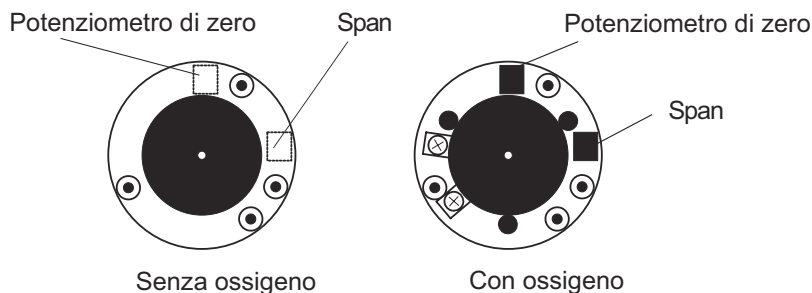

Figura 15: potenziometro di zero e span del sensore di gas tossici Sensepoint
7. Aprire la custodia svitando la calotta dal corpo del sensore e installare un cappuccio di gassatura (codice: 2106D2097) e una cella di flusso. Se in assenza di applicazione di gas l'uscita non è a zero occorre regolare il potenziometro di zero attraverso i fori di accesso del cappuccio di gassatura (vedere la figura 15) per ottenere l'indicazione dello zero.
17. Regolare il potenziometro di span attraverso i fori di accesso del cappuccio di gassatura (vedere la figura 15) per ottenere un'indicazione della concentrazione del gas di span.